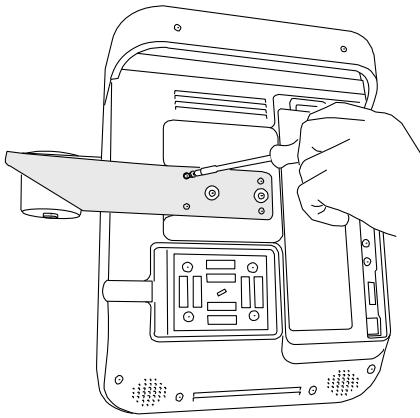

Abbildung 2 Schrauben am Schallkopfhalter anziehen
- 2** Ziehen Sie die vier Schrauben mithilfe eines Kreuzschlitzschraubendrehers an. Siehe Abbildung 2.
- ❖ Lösen Sie mithilfe eines Kreuzschlitzschraubendrehers die vier Schrauben an der Rückseite des Schallkopfhalters. Siehe Abbildung 2.